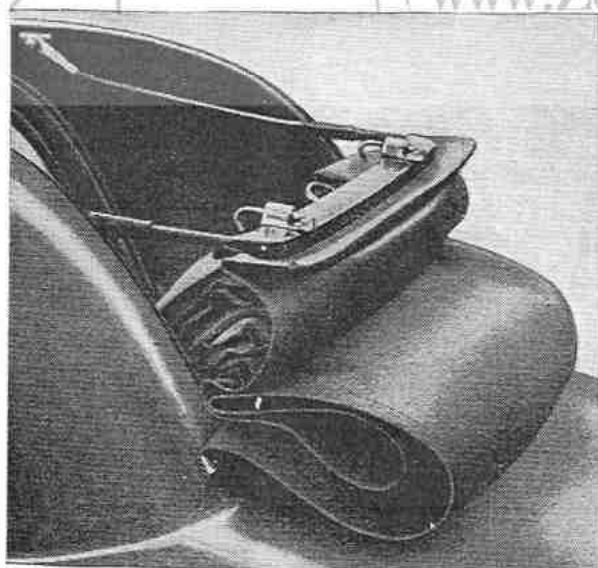

Fig. 56. - 2^a Operazione.
- Ripiegare la tela inserendone il lato piegato sotto l'ultima traversina, in modo da tenerla bloccata dal peso delle traversine superiori (fig. 56).